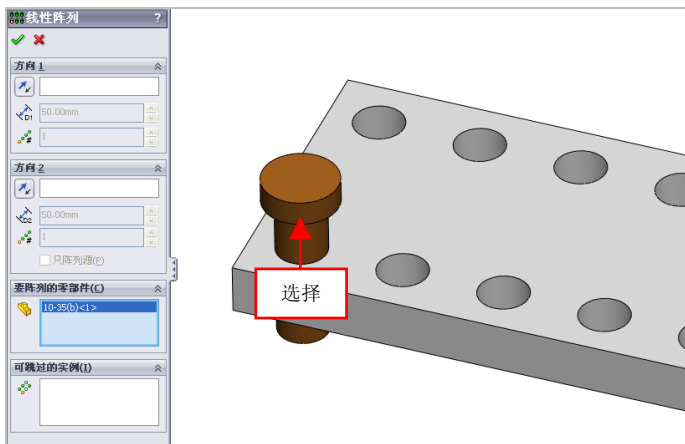

图 10-37 选择合适的零部件
(3) 弹出【线性阵列】属性管理器,激活【要阵列的零部件】选项区,选择合适的零部件对象,如图 10-37 所示。